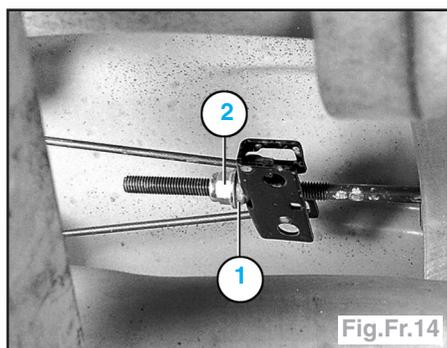

Fig.Fr.14
- Sous le véhicule, après avoir débloquer le contre-écrou (2), desserrer l'écrou de réglage (1) du palonnier de manière à détendre les câbles du frein de stationnement (Fig.Fr.14).